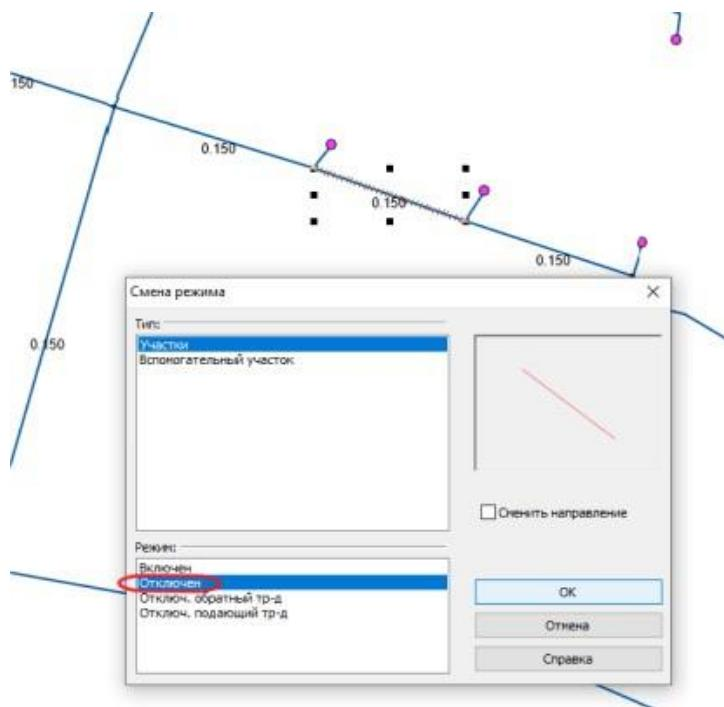

Рисунок 6.
7. Появляется окно: Смена режима, нажимаем Режим: Отключен, далее нажимаем OK. Рисунок 6.